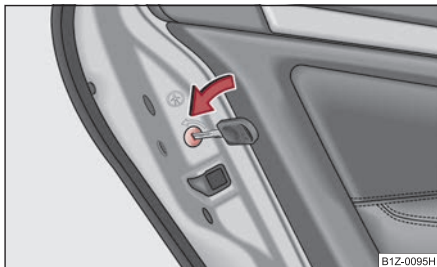

Fig. 42 Siguranța de la ușile din spate pentru copii
- Rotiți cu cheia de contact fanta din ușile din spate în sensul săgeții ⇒ fig. 42.